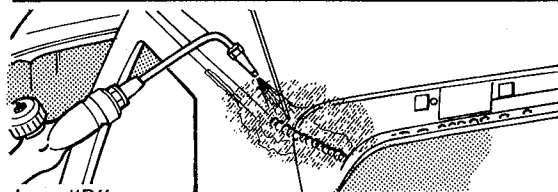

fig. 41
6. Soldar as junções das colunas ao painel do teto, com solda a latão (fig. 41)